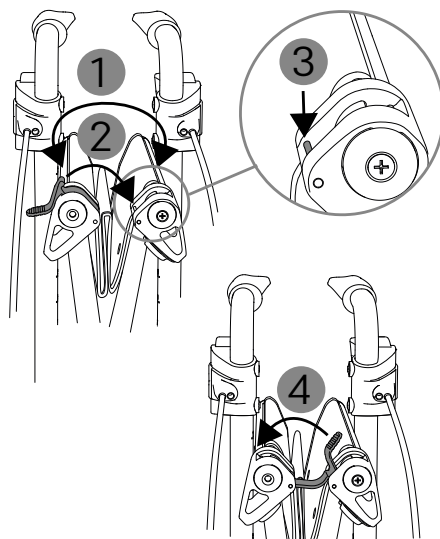

Abb. 9
4. Zum Nutzen der Faltsicherung, drücken Sie die beiden Sitzrohre so weit wie nötig zusammen (1, Abb. 9). Ziehen Sie dann den geriffelten Hebel des Faltsicherungshakens nach oben, sodass sich dieser von seiner Auflage lösen lässt. Rasten Sie den Faltsicherungshaken am Gegenstück auf der anderen Seite des Rollators ein (2, Abb. 9), indem Sie den Haken auf dem dafür vorgesehenen Stift einklinken (3, Abb. 9).
5. Um den TAIiMA VENTUM zu entfalten, lösen Sie den Faltsicherungshaken vom Gegenstück (4, Abb. 9), indem Sie den geriffelten Hebel bedienen.